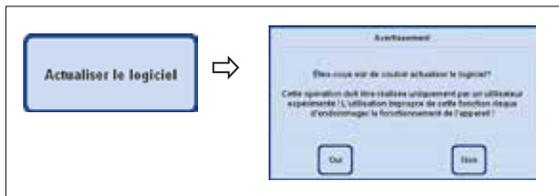

Fig. 77
- Connecter la clé USB et appuyer sur le bouton **ACTUALISER LE LOGICIEL** (fig. 77).